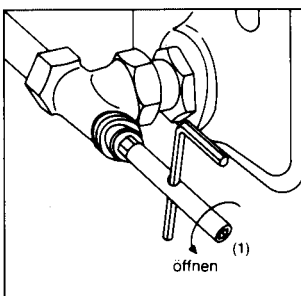

Bild 5
- 3.3 Mit dem Sechskantschlüssel SW 10 (1), durch Linksdrehen, den Einsatz lockern (max.  $\frac{1}{4}$  Gewindegang) (Bild 5).